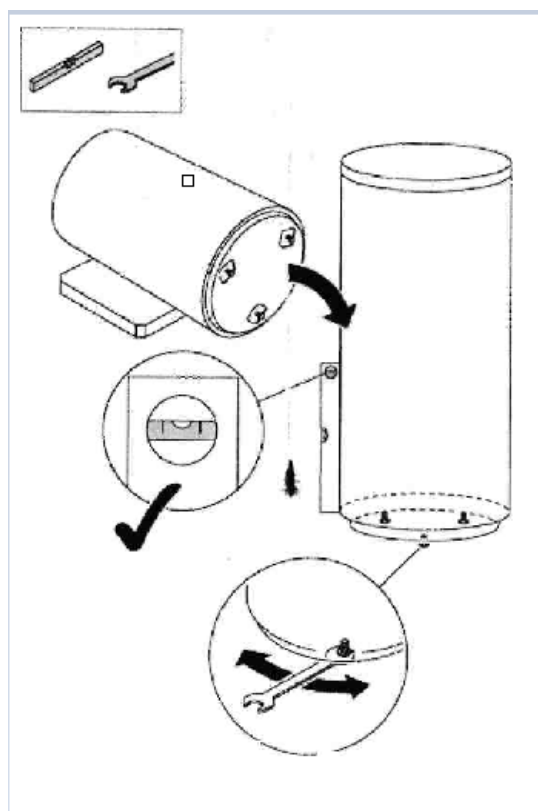

Рисунок 2 – Схема установки бойлера
6.3 Бойлер рассчитан на работу автономно или совместно с отопительным котлом, работающем на твердом топливе и присоединяется к главному стояку условным проходом до 50 мм. Установите и выровняйте бойлер рис. 2.